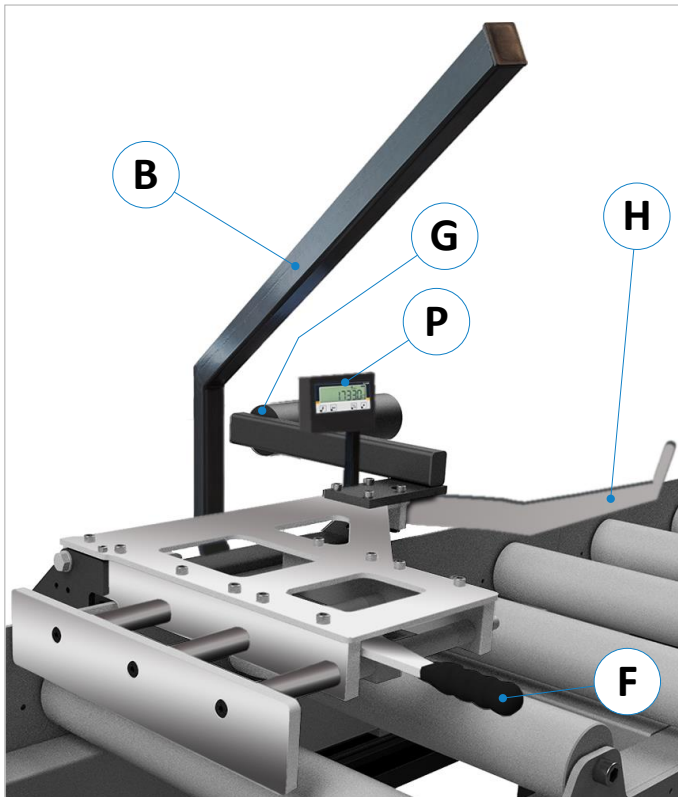

Abbildung 19: Bedienelemente des Anschlags EXAKT HD E
- Vor Auslösung des maschinenseitigen Bearbeitungsvorgangs (z. B. Schnitt) den 10 mm Freistellhub durch Schwenken des Exzenterhebels (F) herstellen (siehe ⇒ Abbildung 19).
- Mit dem Exzenterhebel (F) kann der Anschlag zudem an beliebiger Position hochgeklappt werden. In der oberen Stellung hält sich der Anschlag anhand des Balancegewichts (G) eigenständig in dieser Position.